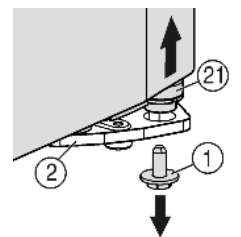
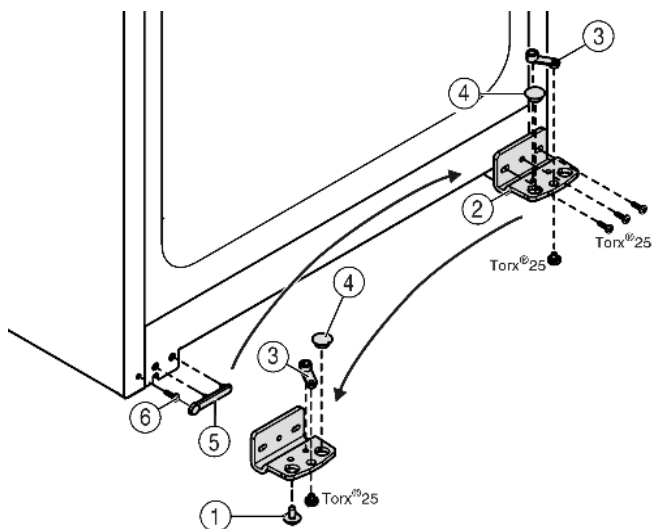

Fig. 4
Fig. 5
- ▶ Внизу справа на опорному кронштейні викрутіть фіксуючий гвинт Fig. 4 (1).
- ▶ Опорний гвинт Fig. 4 (21) можна буде вийняти з опорного кронштейна Fig. 5 (2).
- ▶ Якщо опорний гвинт Fig. 4 (21) не виймається, натисніть на нього низу.
- ▶ Викрутіть опорну деталь Fig. 5 (2).
- ▶ Відкрутіть опорну деталь Fig. 5 (3) і вставте в протилежний отвір опорного кронштейну, знову пригвинтіть.
- ▶ Вийміть пробку Fig. 5 (4) з опорного кронштейна та переставте її в отвір на протилежному боці опорного кронштейна.
- ▶ Зніміть обережно кришку Fig. 5 (5) з боку ручки.
- ▶ Викрутіть гвинти Fig. 5 (6) і встановіть їх з протилежного боку.
- ▶ Знову вставте кришку Fig. 5 (5).
- ▶ Пригвинтіть опорний кронштейн Fig. 5 (2) на новий бік шарніра (з моментом 4 Нм). За потреби використовуйте пристрій для електричного закручування гвинтів.
- ▶ Вкрутіть фіксуючий гвинт Fig. 4 (1) знизу в гвинт і затягніть (з моментом 4 Нм).